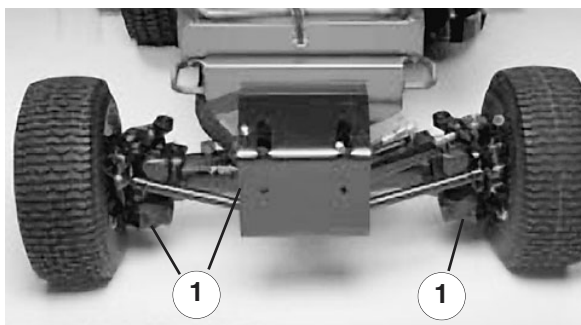

Figure 52
2. Nettoyez la surface autour des bouchons de vidange (Fig. 52).